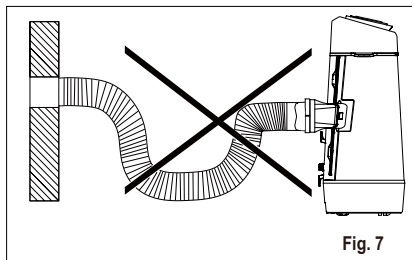

Fig. 7
- i** Furtunul poate fie extins de la lungimea sa originală de 38 cm până la 150 cm, însă este indicat să mențineți lungimea la minimul necesar. De asemenea, furtunul nu trebuie să aibă coturi ascuțite sau îndoituri. (Fig. 7)